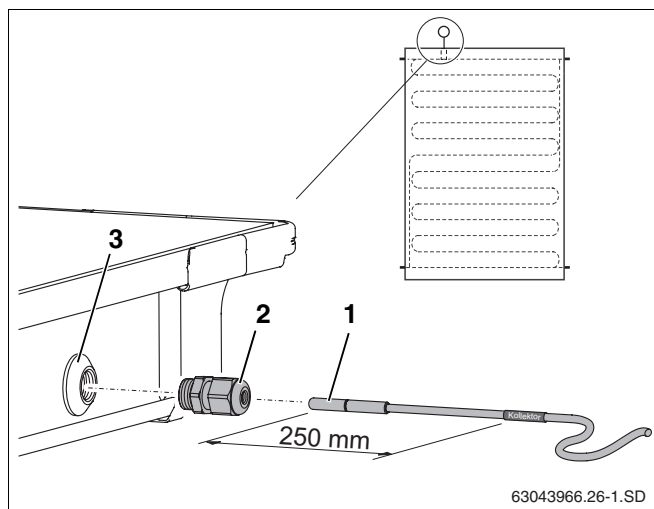

Рис. 32 Установка датчика в коллектор
Для исправной работы солнечной установки необходимо, чтобы коллекторный датчик (рис. 32, поз. 1) был вставлен в установочную трубку до упора (примерно на 250 мм).
- Проткнуть датчиком или отверткой уплотнительный слой в гильзе (рис. 32, поз. 3).
- Закрутить зажимную втулку (рис. 32, поз. 2) в гильзу.
- Затянуть зажимную втулку (рис. 32, поз. 2), удерживая от сворачивания.
Если Вы проткнули гильзу (рис. 32, поз. 3) не в том коллекторе, в котором нужно, то ее нужно плотно закрыть заглушкой из комплекта для подключения. Но прежде нужно, используя резьбовую втулку (рис. 32, поз. 2), удалить находящуюся в гильзе гайку.